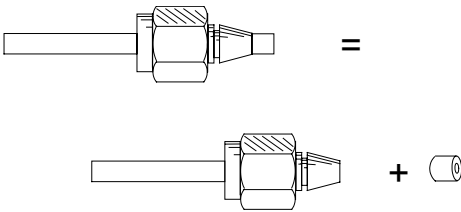

图 52 制作间隔管
- 5 用刀片或锋利的小刀切断露出垫圈的管末端。这段管就是间隔管 (图 52)。